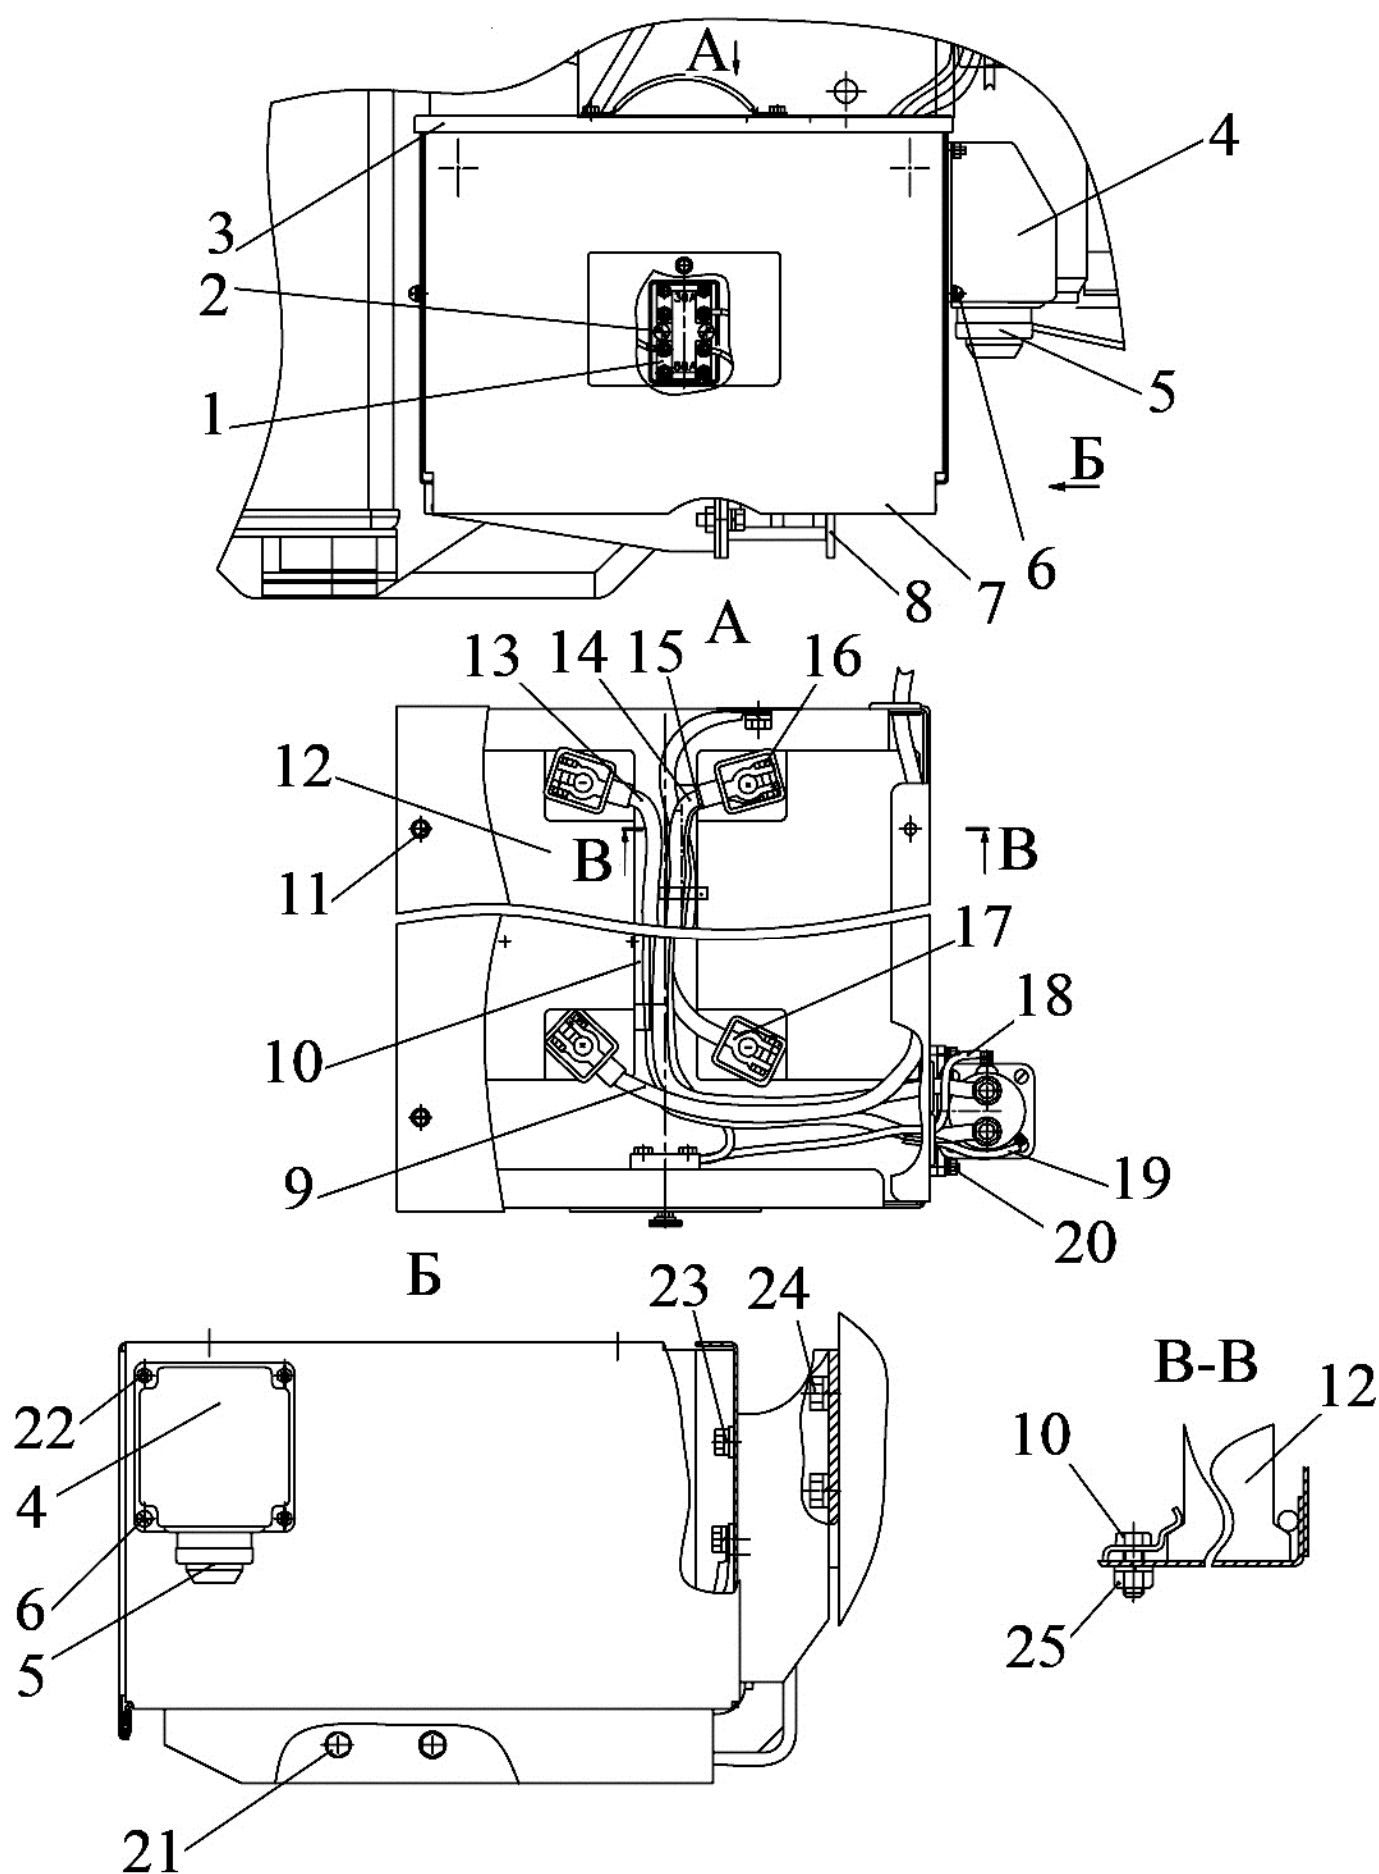

Рис.11.16 Разборка-сборка аккумуляторного отсека и элементов системы запуска.
1) при замене выключателя «массы» (5), (рисунок 11.16), выполните следующее:
- 1.3) демонтируйте выключатель массы, отвернув две гайки (20), крепящие его к аккумуляторному ящику (7).
2) при замене двух аккумуляторных батарей (12), (рисунок 11.16), выполните следующее:
3) для снятия аккумуляторного ящика (7), (рисунок 11.16), выполните следующее: